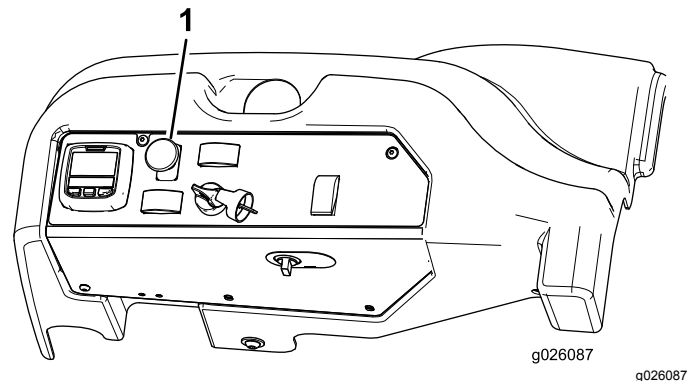

Figure 24
3. Tirez sur la commande de PDF pour engager la PDF (Figure 24).